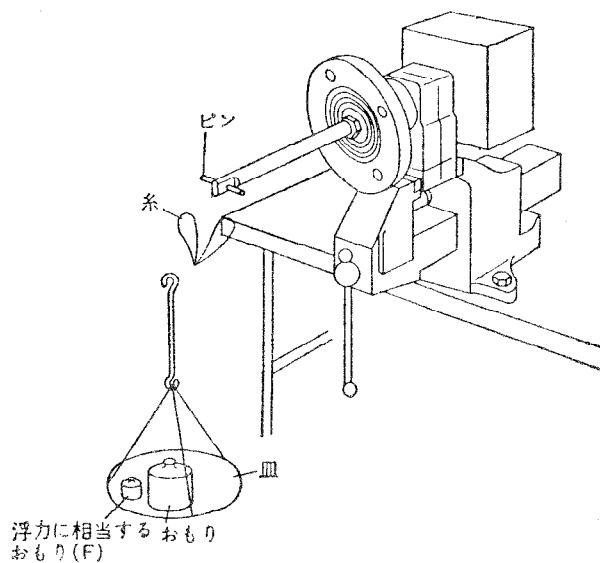

図4-4.
- ① 発信器本体と組付いたメータボディを下図のように、たとえば万力などを使用して作業台に固定します。
- ② 図4-4に示すようにトルクアーム先端のピンに接続するための丈夫な糸または細い針金と皿を用意します。